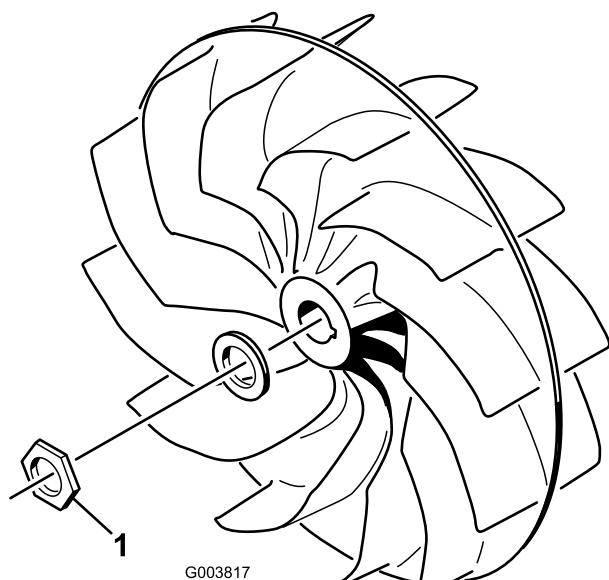

Figure 12
- Serrez l'écrou de fixation du ventilateur (Figure 12) à 678 Nm.